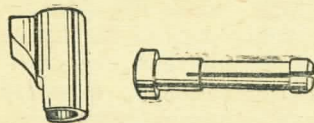

Рис. 58. Защелка магазина
98. **Защелка магазина** (рис. 58) с разрезной чекой и пружиной служит для удержания магазина в рукоятке рамки.